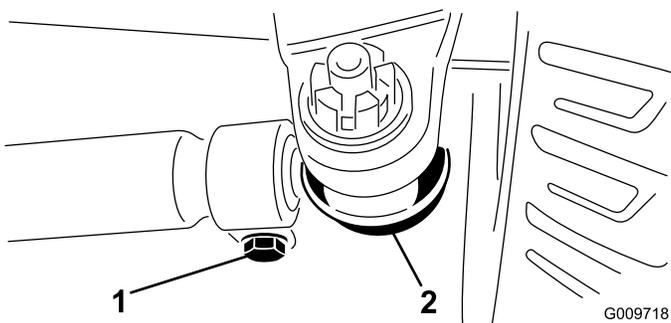

Figura 75
2. Para ajustar, retire la chaveta y la tuerca de cualquiera de las articulaciones esféricas de la biela (Figura 75). Retire la articulación esférica de la biela del soporte del eje.
3. Afloje las abrazaderas en ambos extremos de las bielas (Figura 75).
4. Gire la articulación esférica retirada hacia dentro o hacia fuera una (1) revolución completa. Apriete la abrazadera en el extremo suelto de la biela.
5. Gire el conjunto completo de la biela en el mismo sentido (hacia dentro o hacia fuera) una (1) revolución completa. Apriete la abrazadera en el extremo conectado de la biela.